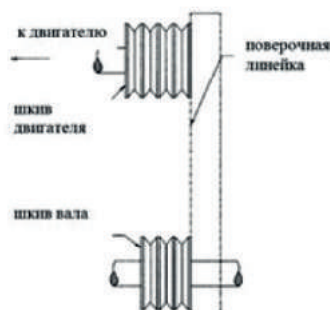

РИС. 15
5. Для проверки правильности выравнивания шкивов используйте стальную проверочную линейку (Рис. 15). Приложите линейку к внешним сторонам обоих шкивов так, как показано на рисунке. Линейка должна одновременно касаться обеих поверхностей.